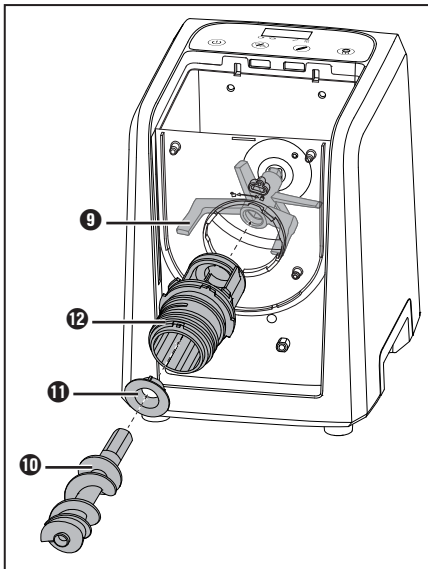
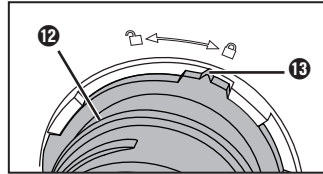

Fig. 3
Fig. 4
- 4) Glissez le palier **11** dans l'extrémité du support **12** de manière à ce que les trois ergots du palier **11** glissent dans les évidements du support **12** (fig. 3).
- 5) Montez le support **12** sur la cuve à pâte **15**. Glissez pour cela le support **12** avec l'extrémité étroite dans l'orifice rond de la cuve à pâte **15** (fig. 3). Le support **12** ne peut entrer dans l'orifice que dans une seule position, le repère **13** indique ce faisant le symbole  sur la cuve à pâte **15**. Tournez le support **12** dans le sens horaire jusqu'à ce que le repère **13** sur le support **12** pointe vers le symbole  (fig. 4) :
- 6) Glissez alors la vis d'extrusion **10** avec l'extrémité étroite au travers du support **12** dans le logement du crochet de pétrissage **9** (fig. 3). Si nécessaire, introduisez la main dans la cuve à pâte **15** par le haut et secouez un peu le crochet de pétrissage **9** jusqu'à ce que vous puissiez introduire la vis d'extrusion **10**.